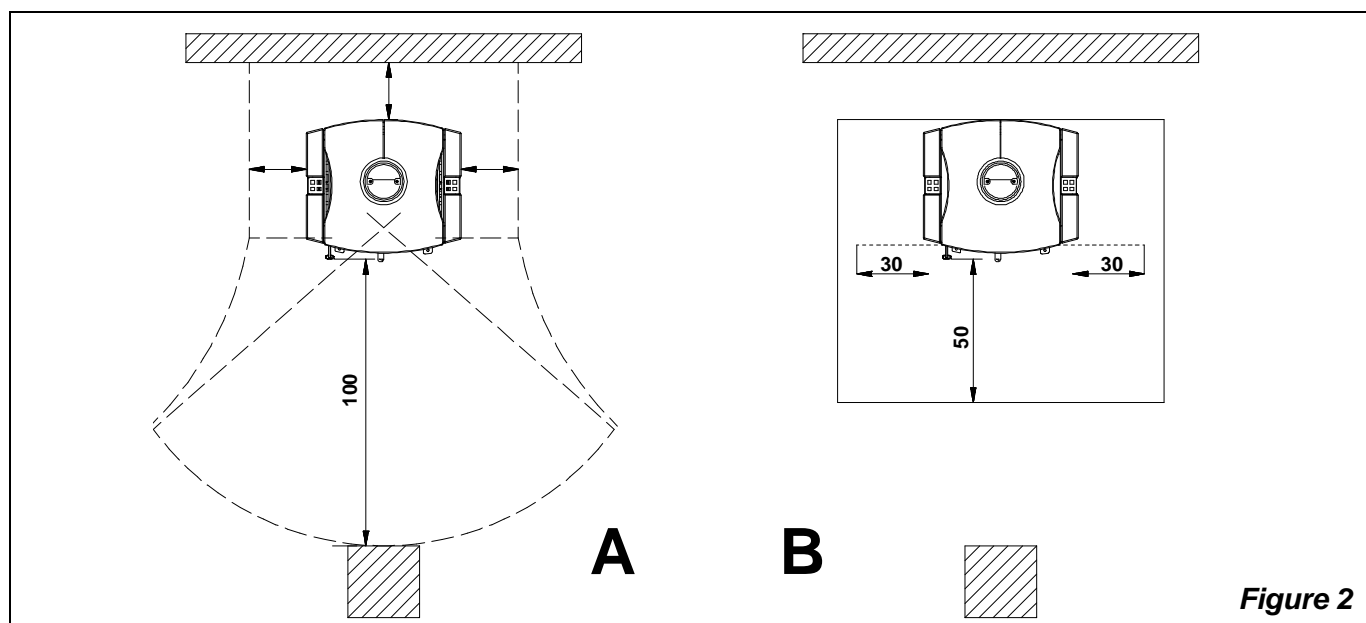

Figure 2
- pour assurer une isolation thermique suffisante, respecter la distance minimale de sécurité entre le poêle et les éléments de construction et objets inflammables et sensibles à la chaleur (meubles, revêtements en bois, tissus, etc.) (voir Figure 2). **Toutes les distances minimales de sécurité sont indiquées dans l'étiquette du produit et on ne doit PAS descendre au-dessous des valeurs indiquées.**
- si le produit est installé sur un sol de matériau inflammable, prévoir une base ignifuge. **Les sols composés par matériaux inflammables**, comme moquette, parquet ou liège etc., **doivent être remplacés** par une couche de matériel non inflammable, par exemple céramique, pierre, vitre ou acier etc.. (dimensions selon les dispositions régionales). Le fond doit dépasser d'au moins **50 cm**. de face et d'au moins **30 cm**. sur les côtés, au-delà de l'ouverture de la porte de chargement (voir Figure 2 B).